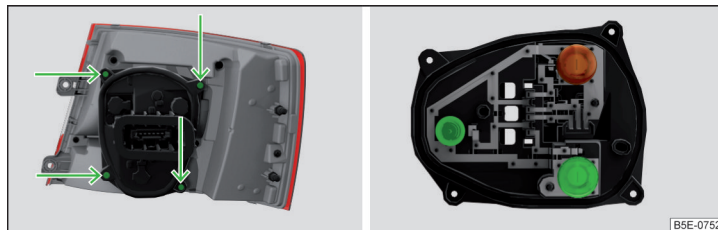

Fig. 355 Partea exterioară a lămpii / partea interioară a lămpii cu becuri incandescente
- Deșurubați suportul de bec » fig. 355 cu ajutorul șurubelniței din trusa de scule și extrageți suportul de bec din blocul optic.